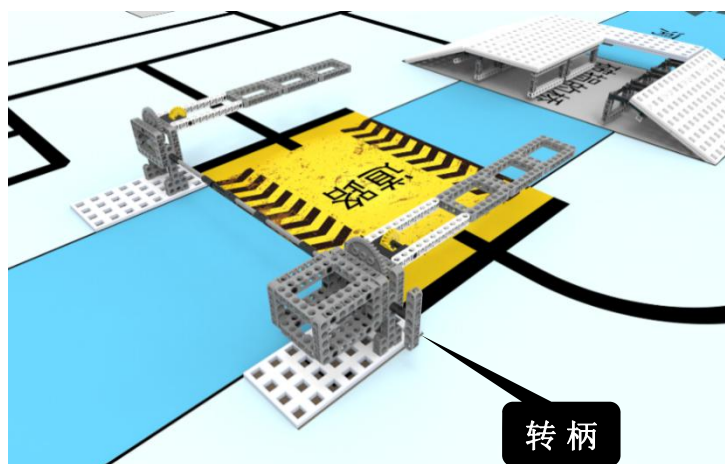

图 11 初始状态示意图
4.5.1 任务模型初始状态如图 11，机器人通过转动转柄，使安全门完全打开，即摇臂的旋转角度大于等于 90° 。